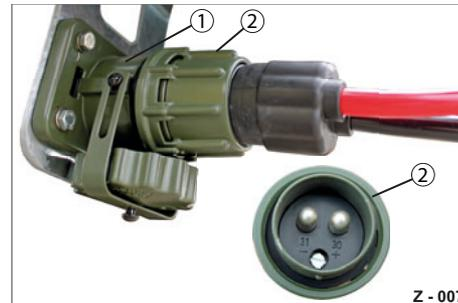

Abb. 11 Stromversorgung verbunden
- ▶ Stecken Sie den NATO-Stecker (Abb. 11/2) in die NATO-Steckdose (Abb. 11/1) und verschrauben Sie die Verbindung.